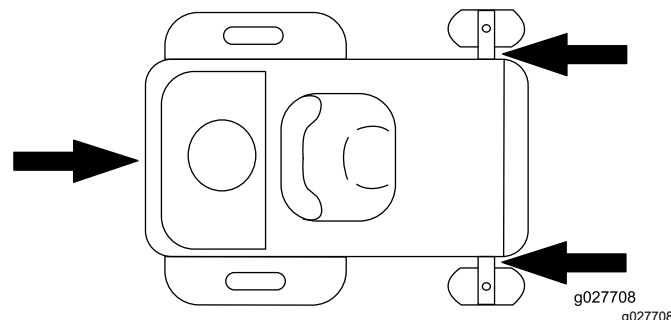

Figura 30
6. Amarre la máquina junto a las ruedas giratorias delanteras y el bastidor trasero con correas, cadenas, cables o cuerdas (Figura 30). Consulte la normativa local respecto a los requisitos de amarre.